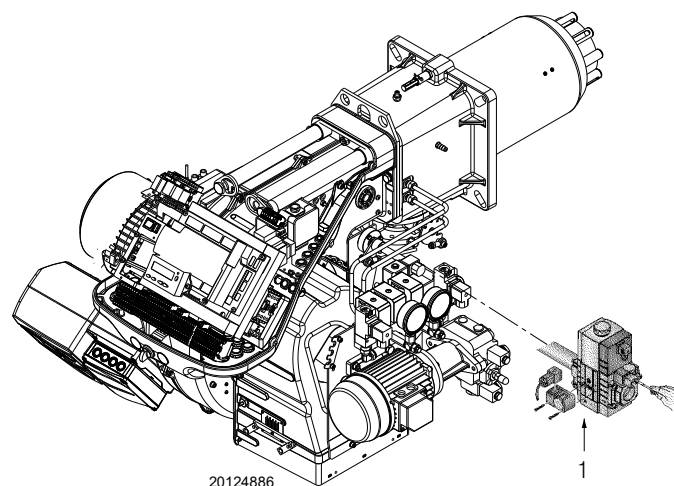

Fig. 40
- Verificați presiunea de alimentare cu gaz prin conectarea unui manometru la punctul de priză de presiune 1)(Fig. 40) al presostatului de presiune minimă a gazului: aceasta trebuie să fie mai mică decât presiunea maximă admisibilă a rampei de gaz indicată pe plăcuța indicatoare.
- Evacuați aerul din conducta rampei de gaz prin conectarea unui tub de plastic la priză de presiune 1)(Fig. 40) a presostatului de presiune minimă a gazului. Scoateți țeava de ventilație în afara clădirii până la detectarea mirosului de gaz.